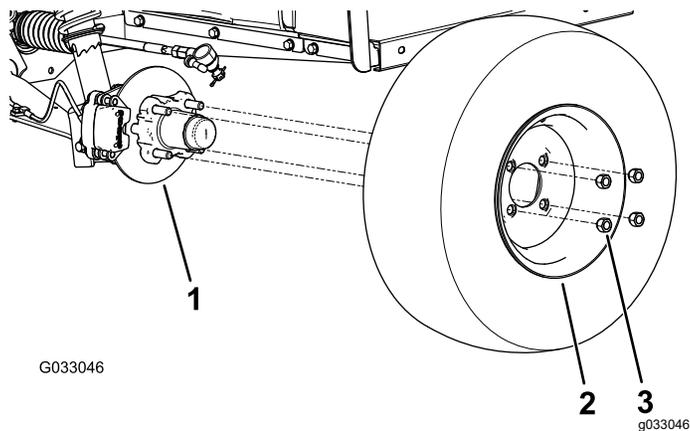

Figura 28
2. Retire as 4 porcas de rodas que prendem a roda ao cubo (Figura 28).
5. Prenda a roda ao cubo utilizando as porcas das rodas (Figura 28).
4. Alinhe os orifícios na roda com os pinos do cubo e monte a roda no cubo com a haste da válvula para fora (Figura 28).